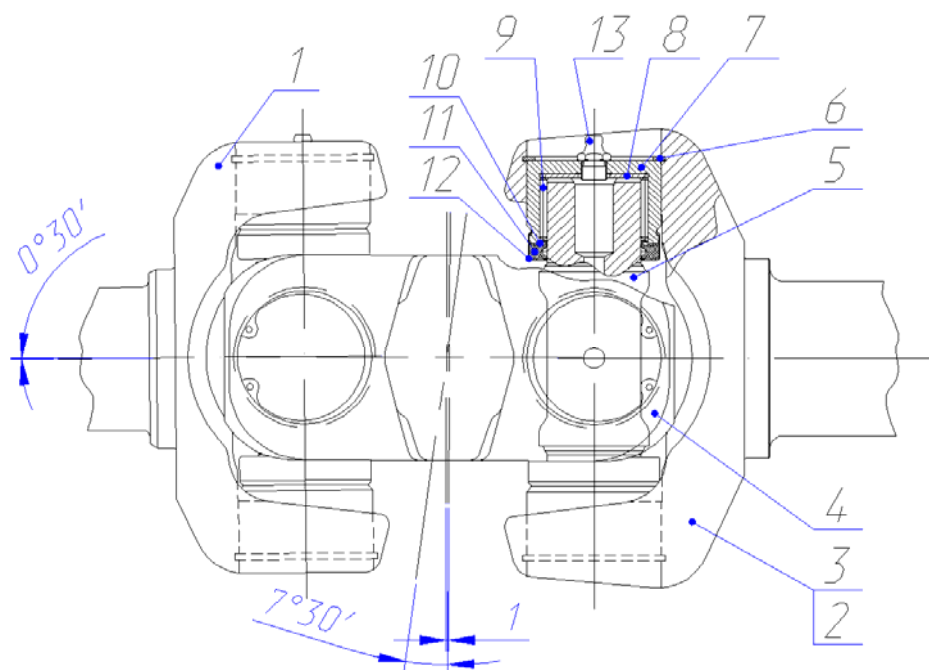

Рис. 6. Сборка ведущих валов
1. В проверенный подшипник кардана (7) (рис. 6), смазанного консистентной смазкой на днище вложить фрикционную прокладку (8) (если она рифленая, то рифлением к днищу)